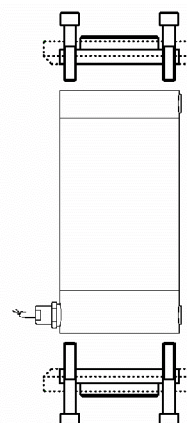

Рис.6
- установите крышки фланца (рис. 6)